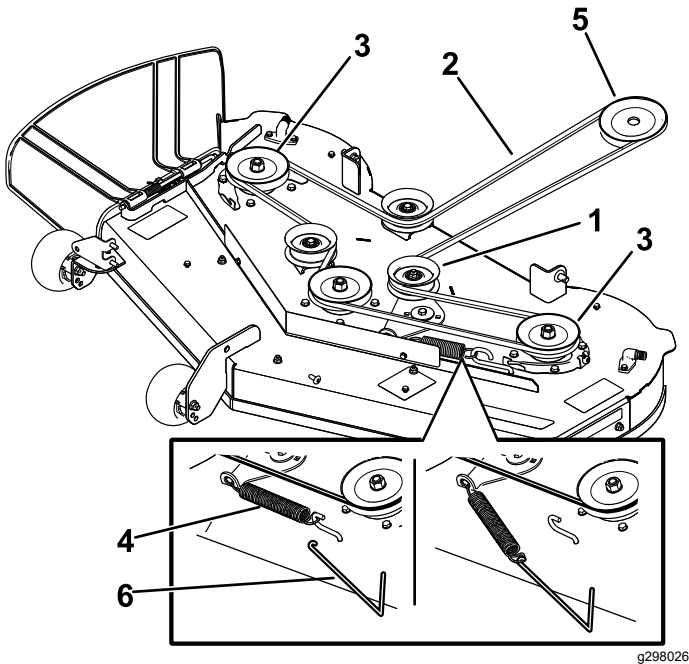

Figura 54
- Utilize um removedor de molas (Peça Toro n.º 92-5771) para remover a mola intermédia do gancho da plataforma para retirar tensão da polia intermédia e rode a correia para fora das polias (Figura 54).
- Coloque a nova correia em redor da polia do motor e nas polias do cortador (Figura 54).
- Utilizando um removedor de molas (peça Toro n.º 92-5771), instale a mola intermédia por cima do gancho da plataforma para colocar tensão na polia intermédia e na correia do cortador (Figura 54).